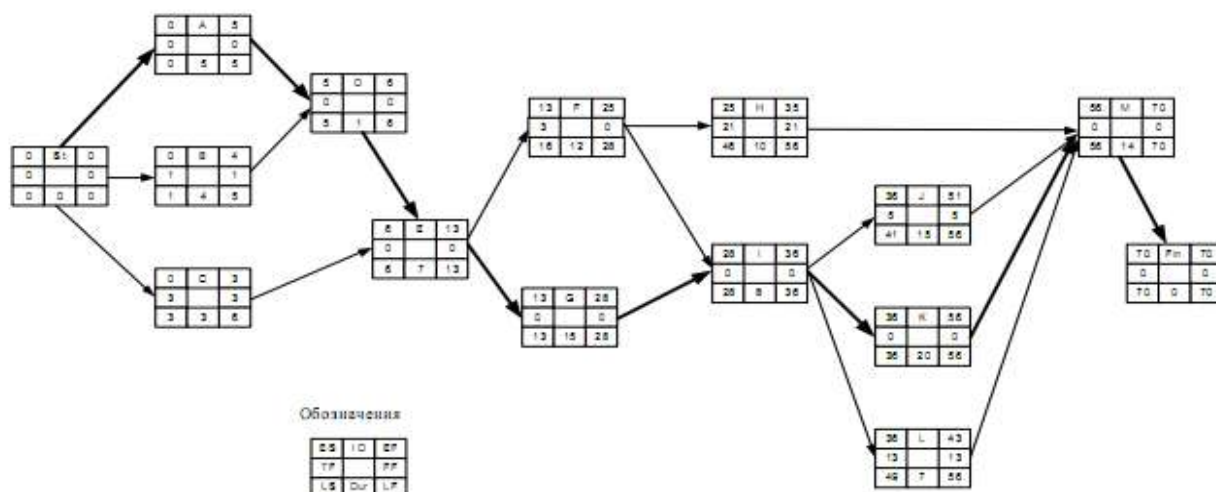

Рис. 8. Сетевая диаграмма с результатами расчетов
5. Уменьшите на два дня длительность стадии A. На сколько изменилась длительность проекта? Объясните почему (см. вывод 2 и рис. 8). Восстановите исходную длительность стадии A.
6. Уменьшите на четыре дня длительность стадии G. На сколько изменилась длительность проекта? Объясните почему (см. вывод 2 и рис. 8). Восстановите исходную длительность стадии G.
7. Допустим, что обстоятельства складываются так, что необходимо отложить начало стадии J – (ES) на 4 дня, а завершение работ по стадии C – (EF) уже задержано на два дня.
Повлияют ли эти задержки на срок окончания проекта? Ответьте на основании данных о временном резерве и проверьте ответ непосредственной подстановкой изменений в таблицу (см. вывод 5а и рис. 8). Восстановите исходные длительности стадий.
8. Допустим, что необходимо увеличить длительность стадии H на 20 дней, а длительность работ по стадии F уже увеличена на 2 дня. Повлияют ли эти задержки на срок окончания проекта? Ответьте на основании данных о временном резерве и проверьте ответ непосредственной подстановкой изменений в таблицу (см. выводы 5б и рис. 8). Восстановите исходные длительности стадий.